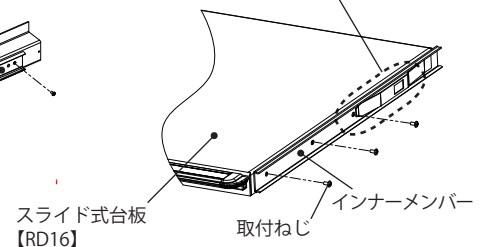

図4
- ③スライド対象製品(スライド式台板【RD16】、ユニットシャシ【RD11】など)にインナーメンバーを、スライドレールまたはスライド対象製品に付属の取付ねじにて固定してください。(図4)